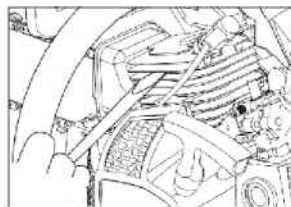

Рис. 17.1
1. Охлаждающие ребра цилиндра (рис. 17.1).